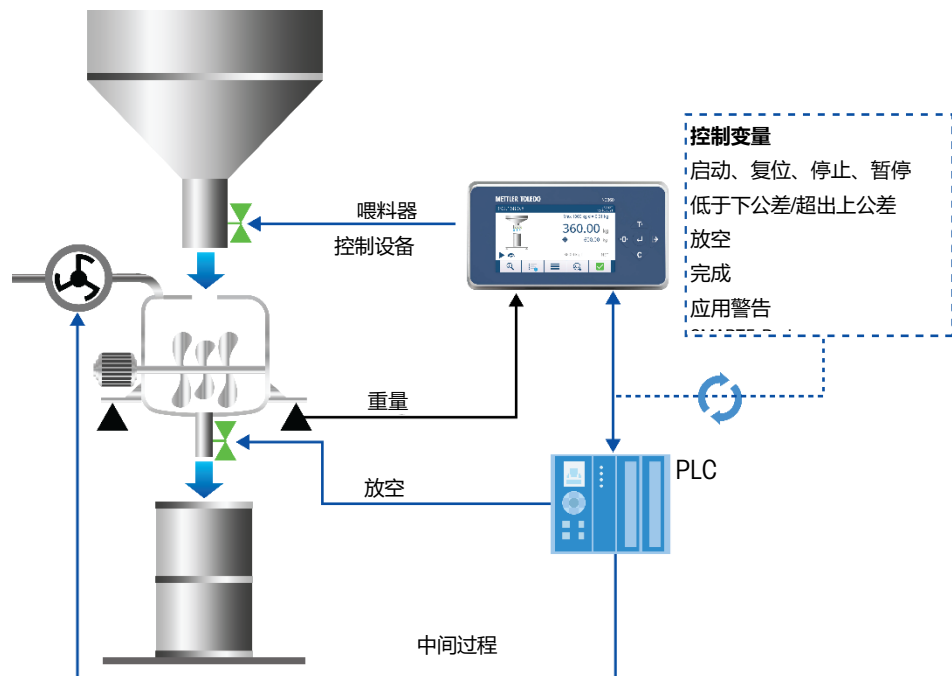

图 3-7: 带有由 PLC 管理的中间过程的灌装/放空设置
- 在更复杂的情况下：在放空物料之前插入额外的物料处理步骤（例如混合）（图 3-7）。